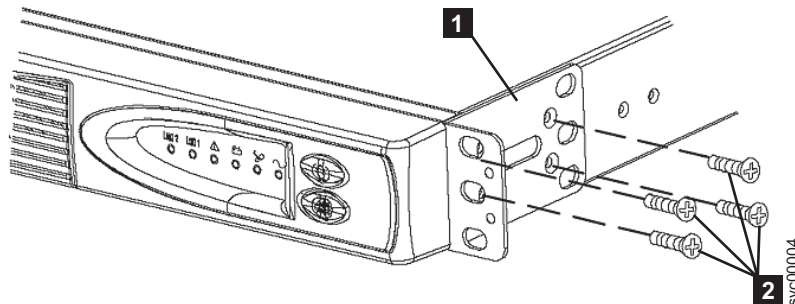

図 19. 2145 UPS-1U への取り付けブラケットの取り付け
3. 2145 UPS 1U の両側で、同梱の M3 × 6 ねじ **2** を使用して、取り付けブラケット **1** を 2145 UPS 1U に取り付けます。図 19 を参照してください。